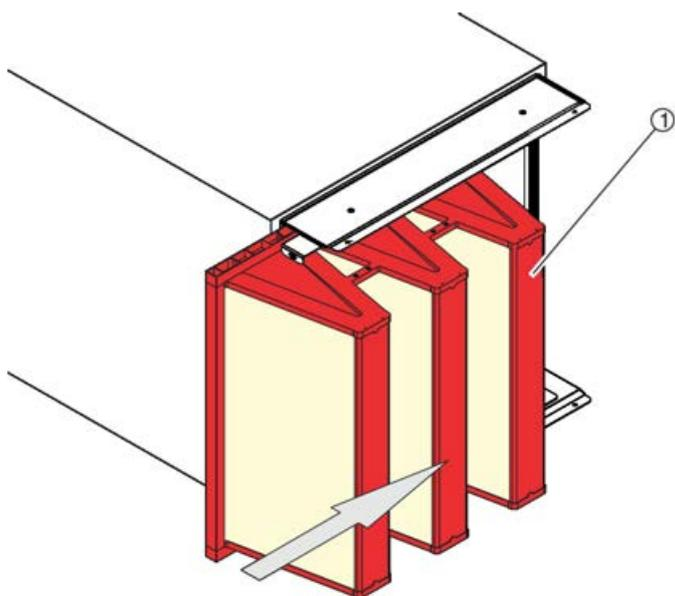

Fig. 18: Sustitución del filtro
6. ▶ Deslice el nuevo filtro (Fig. 18 /1) desde el lateral.